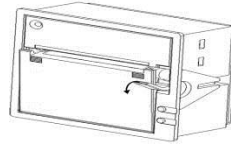

图3
- 2) 继续旋转扳手，使纸仓盖和走纸轴打开如图 3 所示；